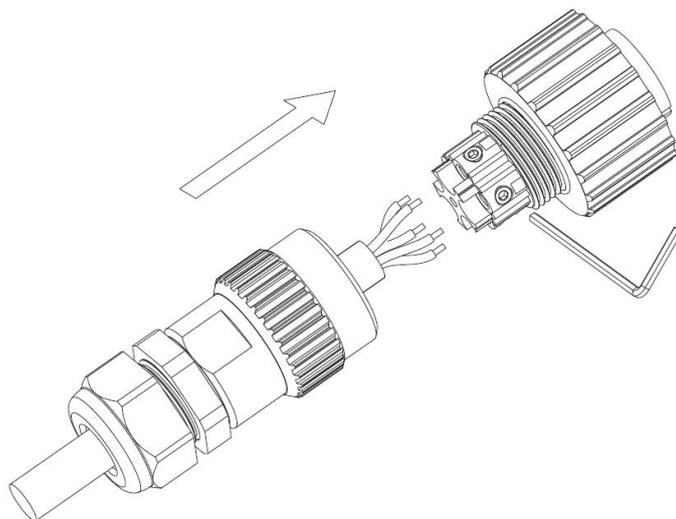

图 4-3 松开连接器螺丝
**步骤 2:** 按顺序将电缆穿过螺母、密封圈、螺纹套管，按其上所示的极性将电缆插入接线端子并拧紧螺钉。如图 4-3；